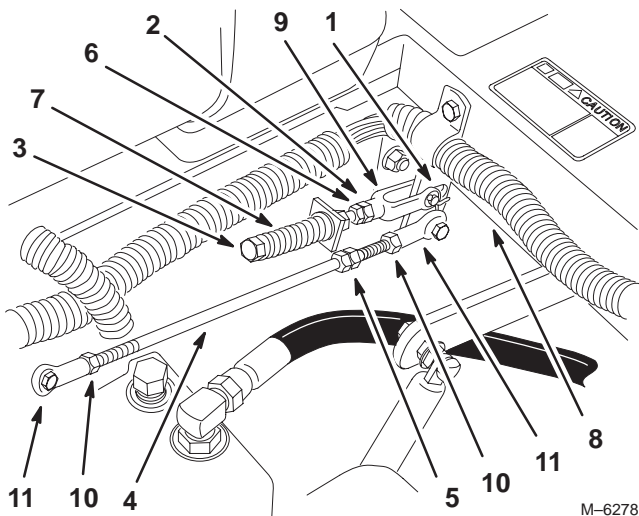

Figure 56
3. Placez le levier au point mort, **sans le verrouiller** (Fig. 56).
4. Tirez-le ensuite en arrière jusqu'à ce que l'axe de chape (situé sur le bras au-dessous de l'axe de pivot) touche l'extrémité de la fente (c.-à-d. commence juste à appuyer sur le ressort) (Fig. 56).
6. Si un réglage s'impose, desserrez l'écrou et l'écrou de blocage (Fig. 56).
8. Serrez l'écrou et l'écrou de blocage (Fig. 56).
1. Desserrez les contre-écrous sur les rotules de la tige de commande de la pompe (Fig. 56).
3. Réglez la longueur de la tige de pompe en tournant les doubles écrous dans le sens voulu, jusqu'à ce que la roue soit immobilisée ou tourne légèrement en marche arrière (Fig. 56).
6. Serrez les contre-écrous contre les rotules (Fig. 56).